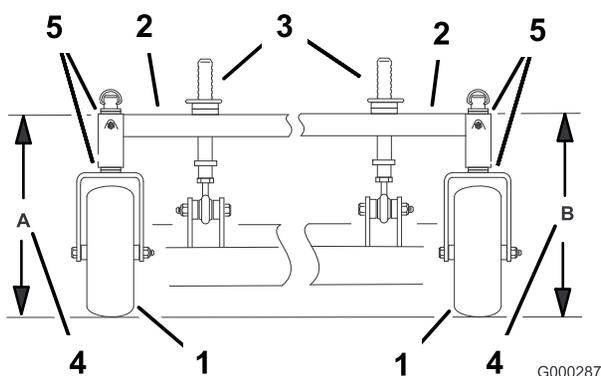

Figure 70
- Mesurez la hauteur du bâti porteur au point **A** (Figure 70).
- Mesurez la hauteur du bâti porteur au point **B** (Figure 70).